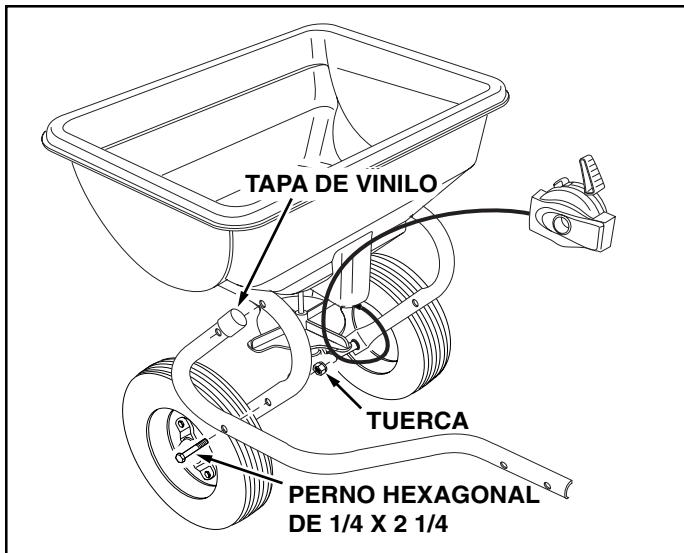

FIGURA 1
1. Coloque las tapas de vinilo sobre los extremos de los Tubos de Enganche de Mano Derecha y de Mano Izquierda. Vea la Figura 1.
2. Coloque el Tubo de Enganche de Mano Derecha en el tubo del marco del esparcidor, usando dos pernos hexagonales de $1/4" \times 2-1/4"$ y dos tuercas. **No las apriete todavía.** Repita la operación con el Tubo de Enganche de Mano Izquierda. Vea la Figura 1.